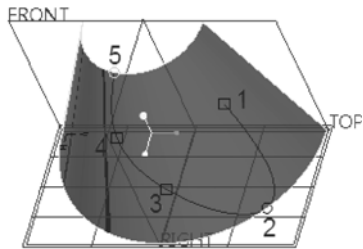

图 8-11 依次单击若干点
⑤ 在旋转曲面内任意单击 1 点,接着按住〈Shift〉键并在曲面下端线单击以将点 2 捕捉到该端线上,接着释放〈Shift〉键,在曲面内依次选定点 3 和点 4,然后按住〈Shift〉键的同时单击曲面上端线,以将点 5 捕捉到上端线上,如图 8-11 所示。